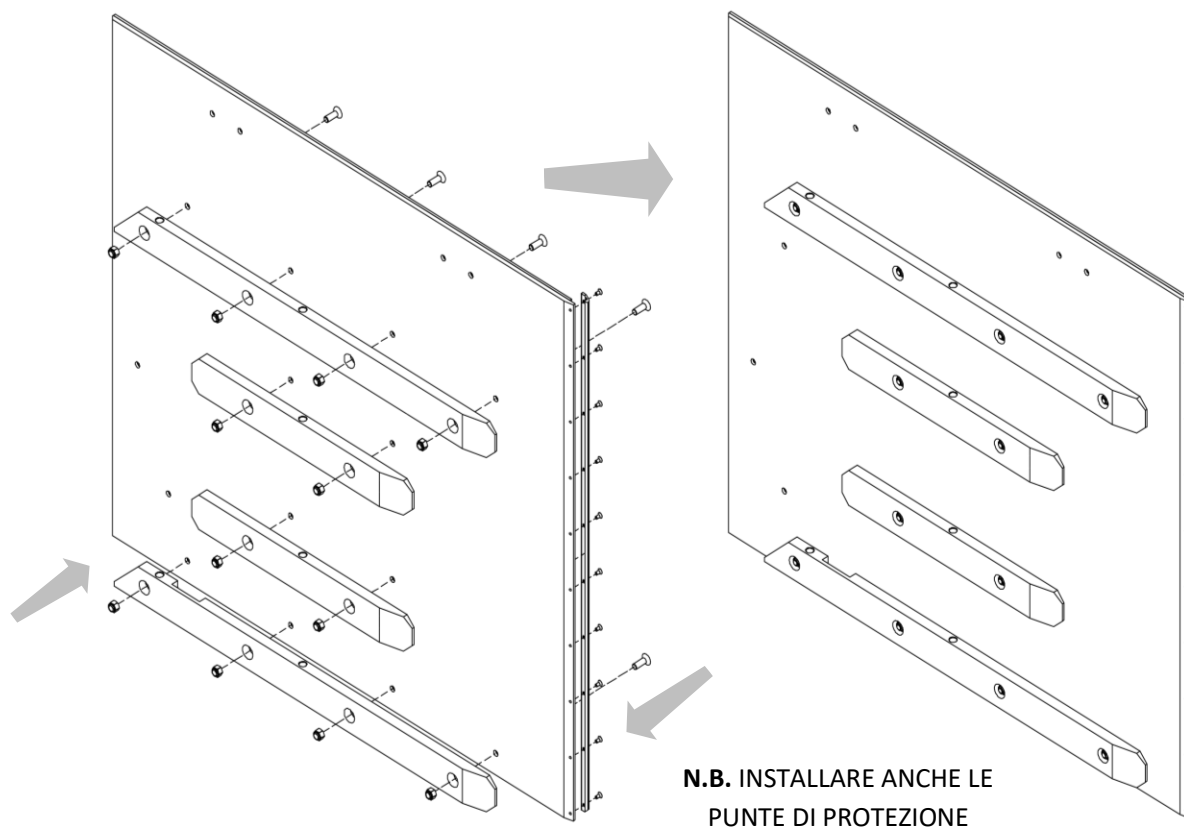

Figura 17
2. Montare i piatti di fissaggio sugli antoni mediante le apposite viti e dadi (vedi *Figura 17*), prestando attenzione ad eventuali spessori da posizionare fra i piatti e l'antone stesso.